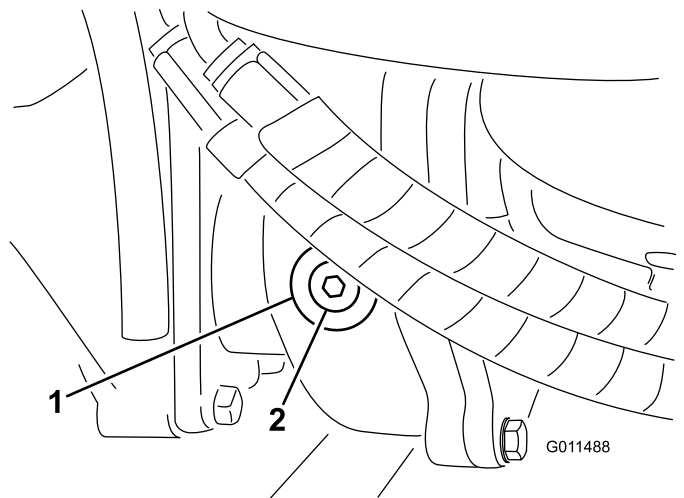

Figura 19
- Retire el tapón de verificación/llenado del lado izquierdo de la caja de engranajes y asegúrese de que el lubricante llega al borde inferior del orificio (**Figura 19**).